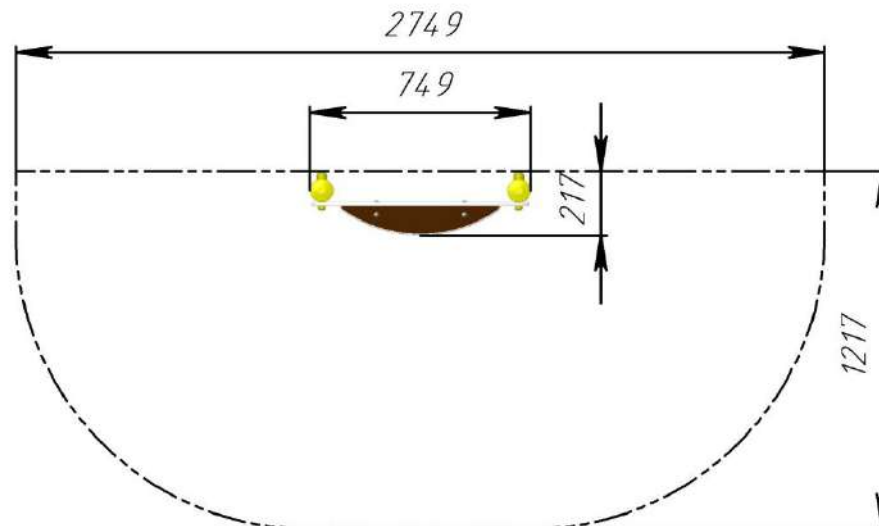

Рис. 2 Зона безопасности доски для рисования мелом РТР 640-01
3.6. Монтаж доски для рисования мелом проводится на ровном месте в соответствии с планировкой размещения всего оборудования площадки. Размер площадки должен обеспечить безопасную зону вокруг доски для рисования мелом в соответствии с рис. 2.